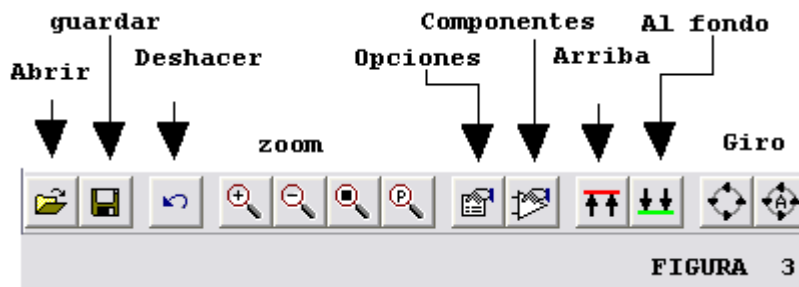
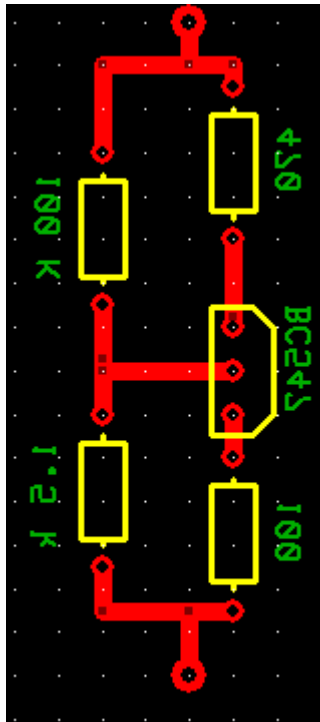

FIGURA 3
FIGURA 14
3.- Botones de comando y Edición, figura 3.
En la figura 3 se encuentran los botones de:
Este diseño se puede imprimir para posteriormente transferirlo a la placa fenólica, si algún elemento se desea que aparezca como imagen espejo sólo es necesario seleccionarlo y pulsar el botón al fondo, figura 3, para este ejemplo se realizará como imagen espejo al texto se puede apreciar el efecto en la figura 14
Como se puede observar en la figura 14 los textos aparecen “invertidos” esto es la imagen en espejo.